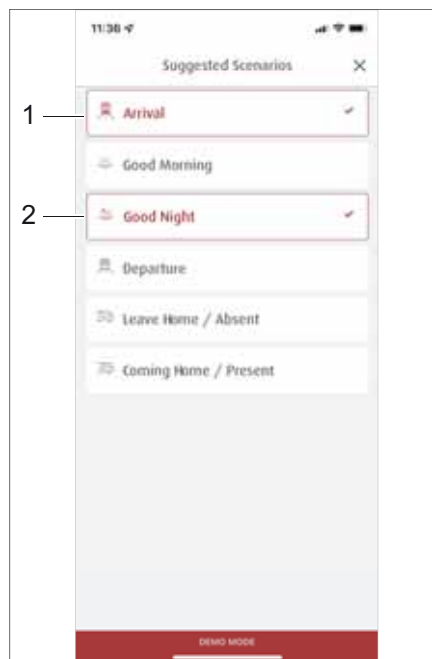

Bild 291 Val av färdiga scenarior
- Klicka på knappen för önskade scenarior, t.ex. *Ankomst* (Bild 291,1) och *God natt* (Bild 291,2).